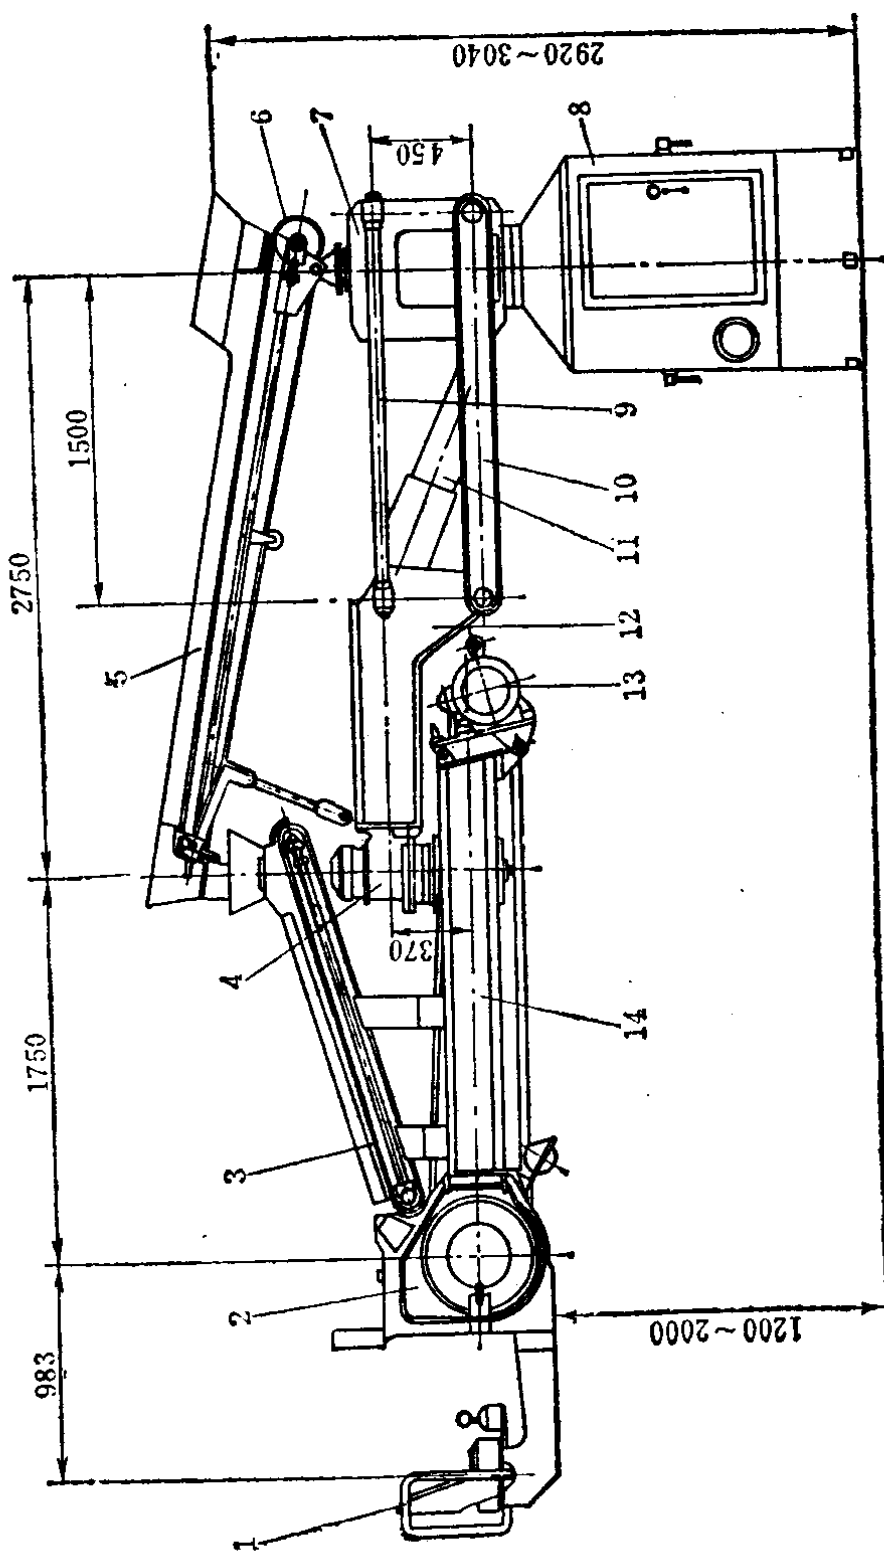

图1-3 Z6312D抛砂机
1. 构造 该机由抛砂头、小臂及小臂皮带输送机、小臂回转油缸、大臂及大臂皮带输送机、大臂回转油缸及举升油缸、底座、座椅以及液压传动、电气系统等组成, 如图 1-3 所示。